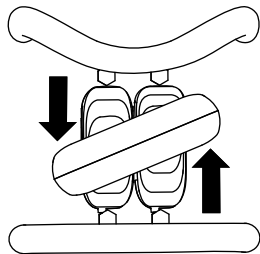

Bild 9
- Drehen Sie den Fahrtriebshebel nach links, um nach links zu fahren (**Bild 9**).